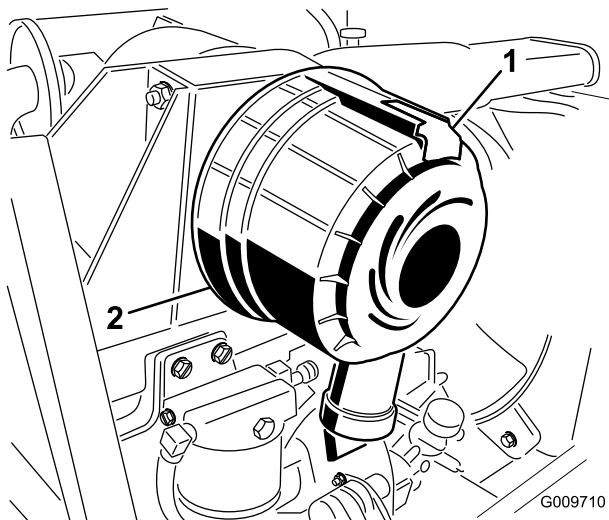

Figure 24
1. Tirez le verrou vers l'extérieur et tournez le couvercle du filtre à air dans le sens anti-horaire (Figure 24).